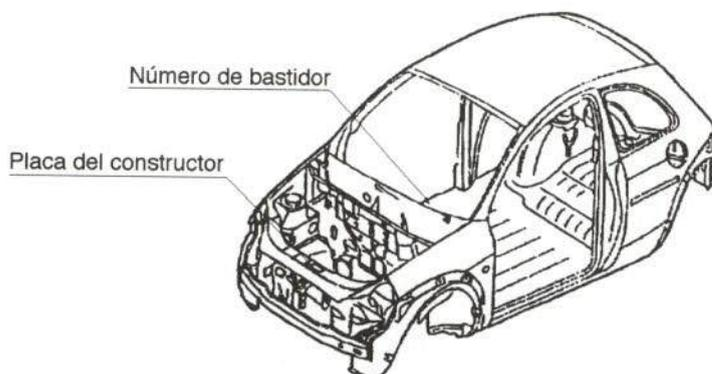

Figura 1.- Situación de las placas de identificación del vehículo
La situación de estas placas se refleja en la figura 1.
- El número de bastidor se encuentra troquelado en el lado derecho del piso habitáculo. Asimismo, a través de la luna parabrisas puede verse el número de bastidor sobre el tablero de a bordo (figura 1).